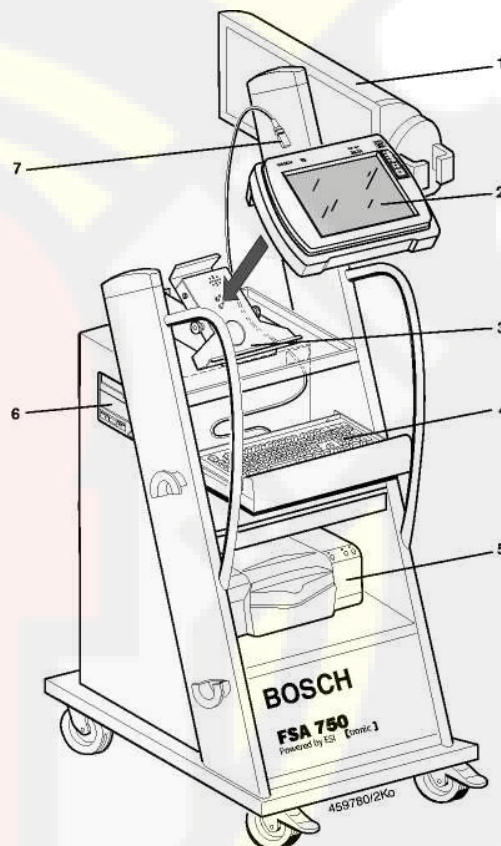

Рис. 2. FSA 750 (вид спереди):
3. KTS 650 2 установить прямо на зарядное устройство 3 (рис. 2).
4. Соединительный провод USB (поз. 7) вставить в KTS 650 (рис. 2).
5. Поместить принтер 5 в передвижную тележку (рис. 2).